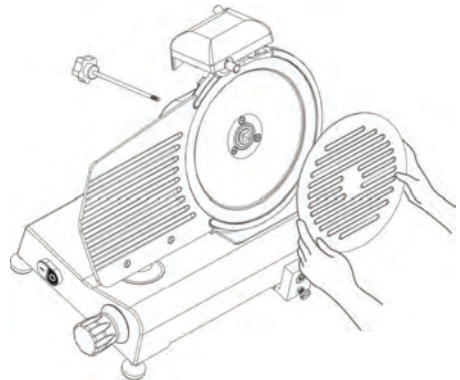

Fig. 4 – Démontage de la plaque couvre-lame
- Retirez la protection du lame en dévissant la goupille située à l'arrière de l'appareil (voir Fig. 4).